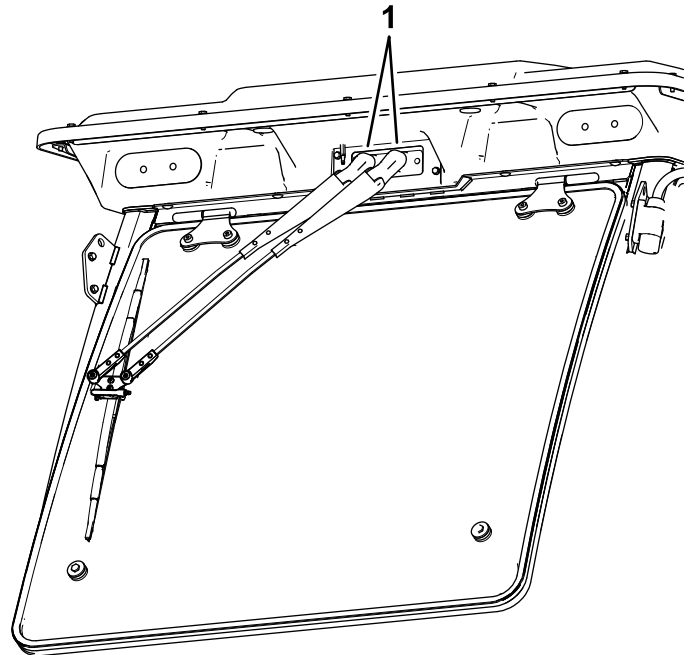

Figura 83
1. Abra los tapones en la parte superior de los brazos del limpiaparabrisas (**Figura 83**).